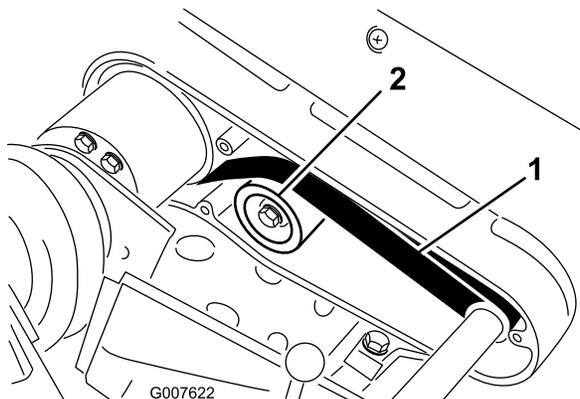

Figura 39
2. Verifique a tensão pressionando a correia a meio curso entre as polias (Figura 39) com uma força de 22 a 26 Nm. A correia deverá flectir-se 6 mm.
- A. Desaperte a porca de montagem da polia intermédia e incline-a para o lado de trás da correia até que obtenha a tensão desejada da correia (Figura 39).